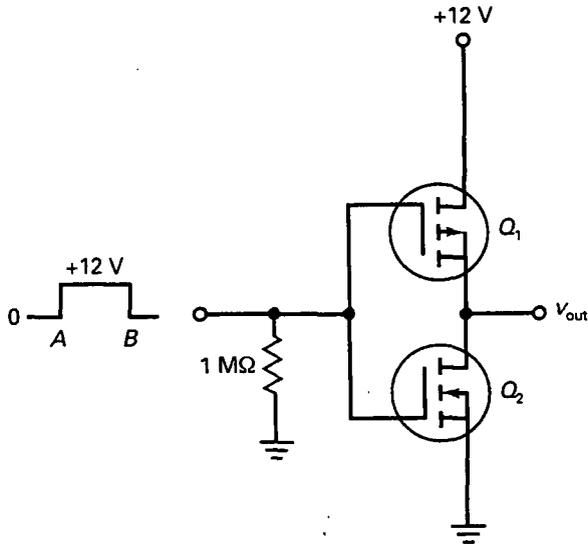

Figura 14-28
- 14-13. Los MOSFET de la Figura 14-28 tienen $R_{DS(\text{on})} = 250 \Omega$ y $R_{DS(\text{off})} = 5 \text{ M}\Omega$. ¿Cómo es la forma de onda de salida?
- 14-14. El MOSFET superior en la Figura 14-28 tiene estos valores: $I_{D(\text{on})} = 1 \text{ mA}$, $V_{DS(\text{on})} = 1 \text{ V}$, $I_{D(\text{off})} = 1 \mu\text{A}$ y $V_{DS(\text{off})} = 10 \text{ V}$. ¿Cuál es la
- 14-15. Una onda cuadrada con un valor de pico de 12 V y una frecuencia de 1 kHz es la entrada de la Figura 14-28. Describa la forma de onda de salida.
- 14-16. Durante la transición de baja a alta en la Figura 14-28, la tensión de entrada es 6 V durante un instante. En ese momento ambos MOSFET tienen resistencias activas de $R_D = 5 \text{ k}\Omega$. ¿Cuál es la corriente de drenador en ese instante?
- 14-27. El inversor CMOS de la Figura 14-28 usa